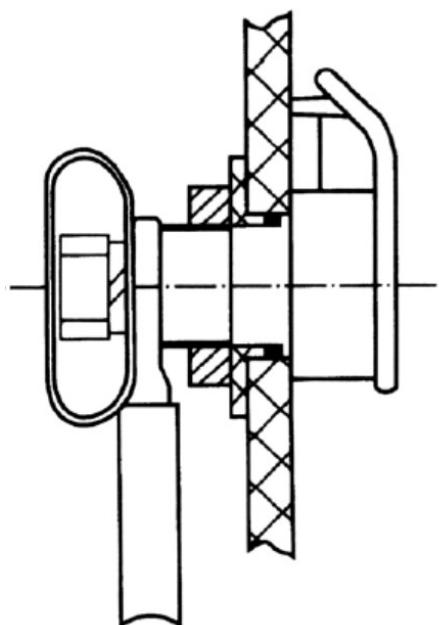
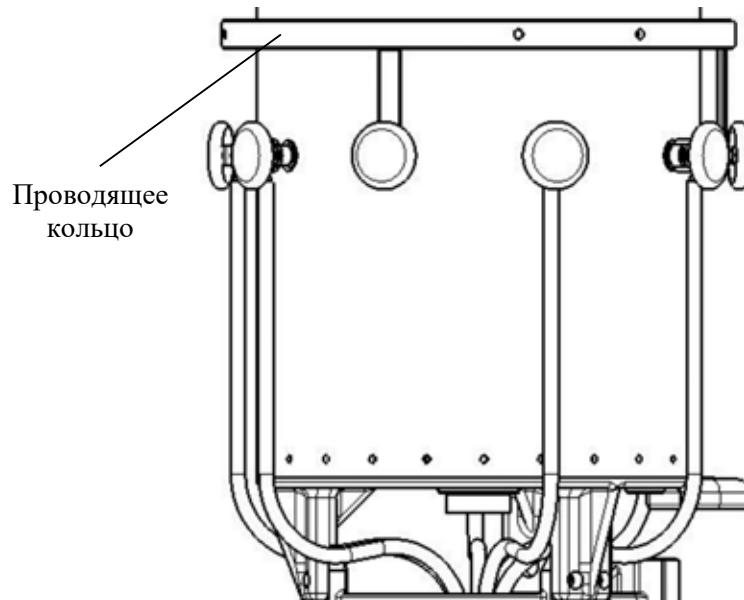

Рисунок 14 Вывод
Рисунок 15 Проводящее кольцо
- Два соединительных отвода должны быть подключены к каждой фазе контактора (перед отправкой все шесть отводов должны быть подключены к переключателю). Затянуть шесть болтов M10 (ключ 17 мм), момент затяжки 28-34 Нм. (Рисунок 14, Рисунок 15)
Подключить отвод непосредственно к контактной поверхности на масляном баке контактора. Не зажимать экранирующий колпачок между отводом и присоединительным контактом (Рисунок 14).
- 1) Отводы избирателя устройств РПН III-500/600 и I-1200/1500 (всего 6 отводов) должны быть подключены к выводам масляного бака контактора (отверстия под болт M10, Рисунок 15).